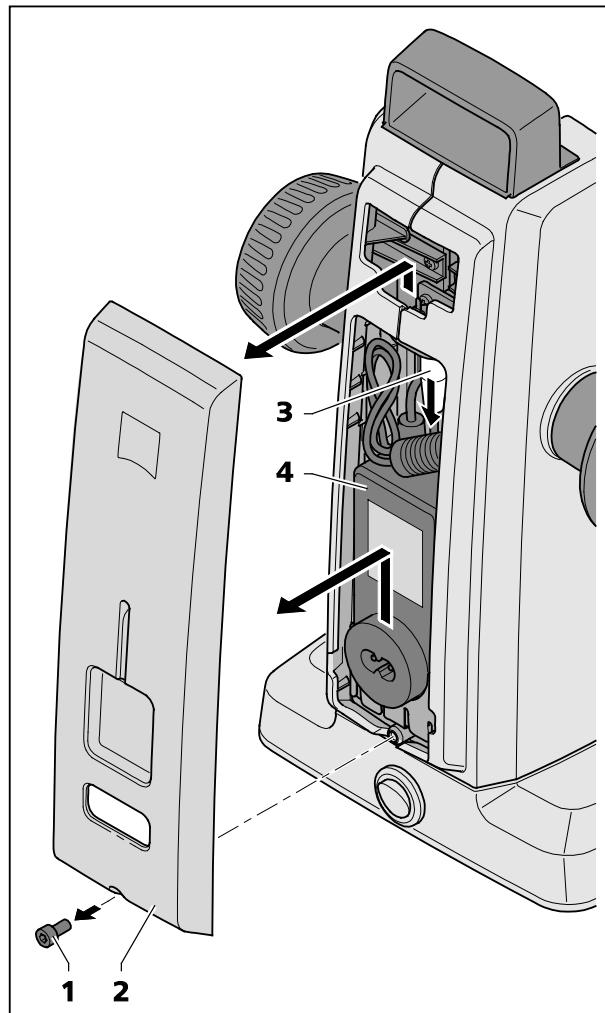

Fig. 27 Cambiar la unidad alimentadora de mesa
- Soltar con la llave Allen el tornillo (Fig. 27/1) en el lado inferior de la tapa de caja.
- Retirar abajo suavemente la tapa de caja (Fig. 27/2) y presionarla hacia arriba.
- Soltar la clavija (Fig. 27/3) y sacar la unidad alimentadora de mesa defectuosa (Fig. 27/4).